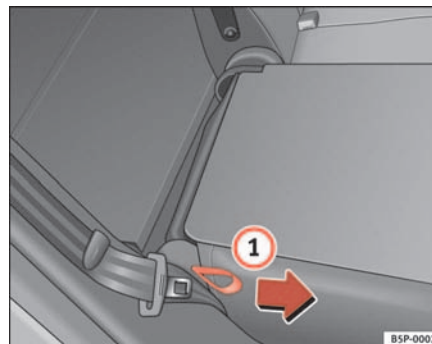

Abb. 99 Umklappen bzw. Aufrechtstellen der Rücklehne
- Ziehen Sie die seitliche Zugschleife am Sitz ⇒ Abb. 99 **1** in Pfeilrichtung und klappen Sie die Lehne hoch bis sie einrastet.